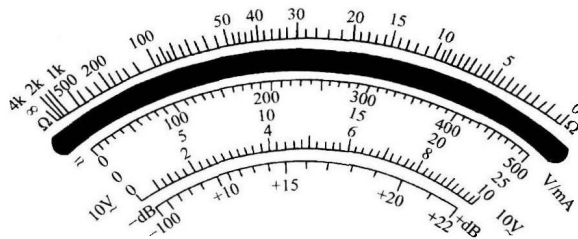

图 1-2 指针式万用表的表盘
(1) 使用前,应认真阅读使用说明书,熟悉万用表表盘,了解表盘上每条刻线所对应的测量值,以图 1-2 为例可以看出,图中的第一条刻度线右边标有“ Ω ”,它是测量电阻的刻度线。第二条刻度线的左边标有“ \sim ”,右边标有 V/mA,表示交、直流电压和交、直流电流按